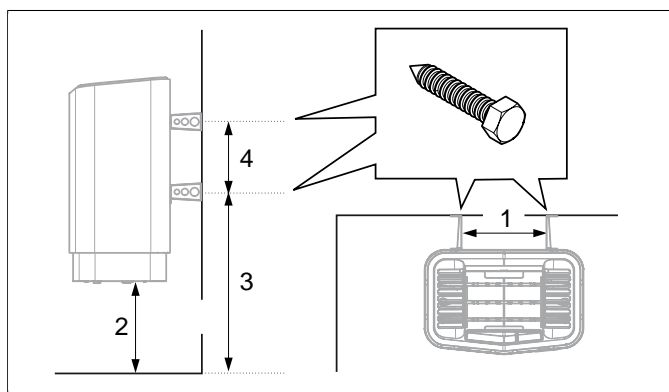

Рисунок 10: Определение размеров
9. Разместите винты кронштейнов согласно указанным размерам см **Рисунок 10**, страница 5.